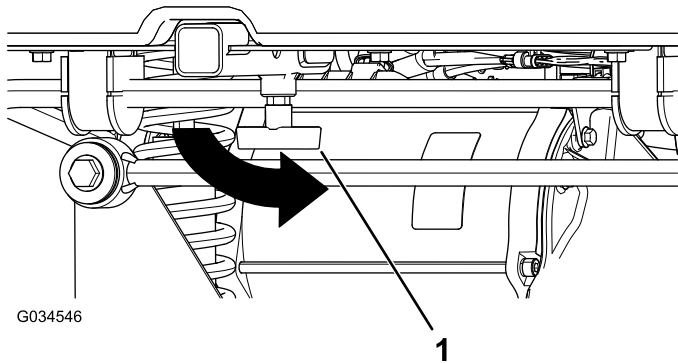

Figura 16
4. Serrate la maniglia a T ruotandola in senso antiorario (**Figura 16**).